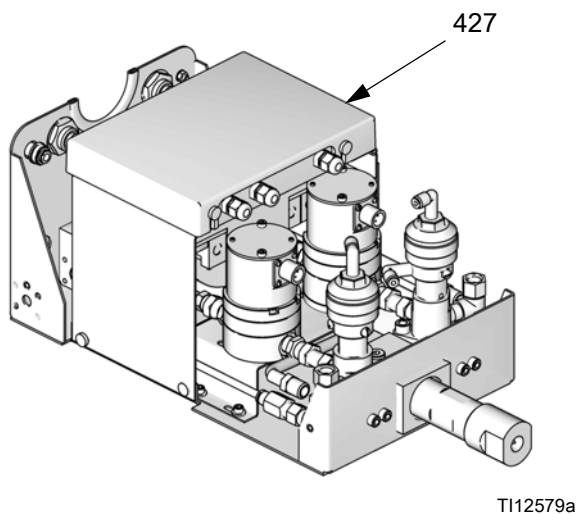

Рис. 27: Снятие крышки платы управления
2. Снимите крышку платы управления (427). Рис. 27.